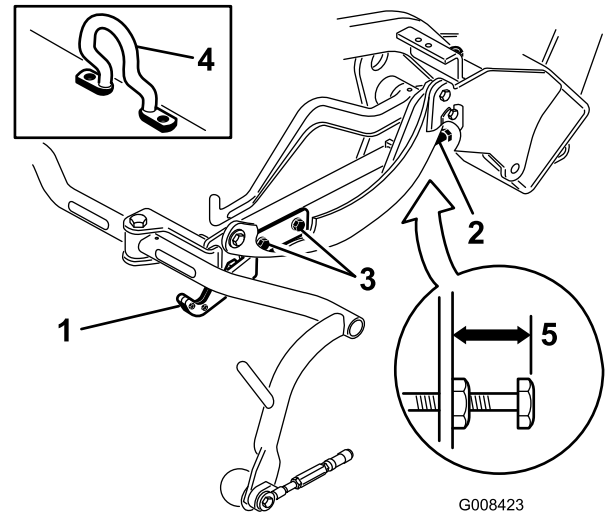
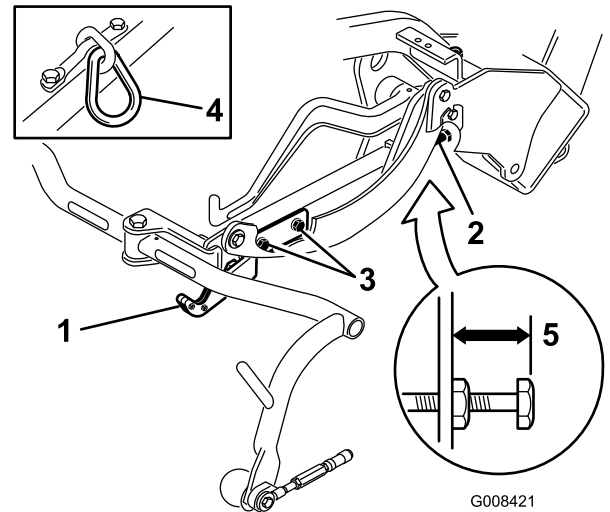
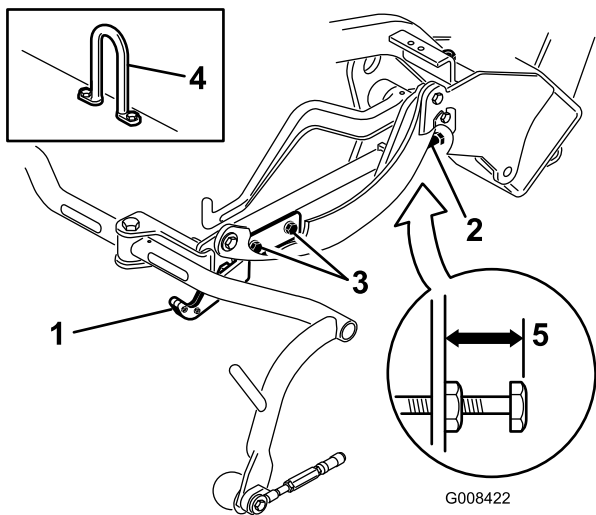

图12
图13
图14
检查行驶高度（图13 和图14），必要时进行调节。
2. 在配备偏置吊钩的滚刀组（图12 插页）上，确认从承载架调节螺丝的顶部到承载架背面的距离是否为 25mm。如果距离不是 25mm，请转至步骤 4。
3. 在配备链节或垂直吊钩的滚刀组（图13 和图14 插页）上，确认从承载架调节螺丝的顶部到承载架背面的距离是否为 22mm。如果距离不是 22mm，请转至步骤 4。如果滚刀组配备了偏置提升杆（图12），请转至下一步。
4. 拧松行走板安装螺丝（图13、图14 和图12）。
7. 如果承载架高度不同，请拧松承载架调节螺丝上的锁紧螺母（图12、图13 和图14）。向外旋转螺丝可升起，向内旋转可放低。达到适当高度后，拧紧锁紧螺母。